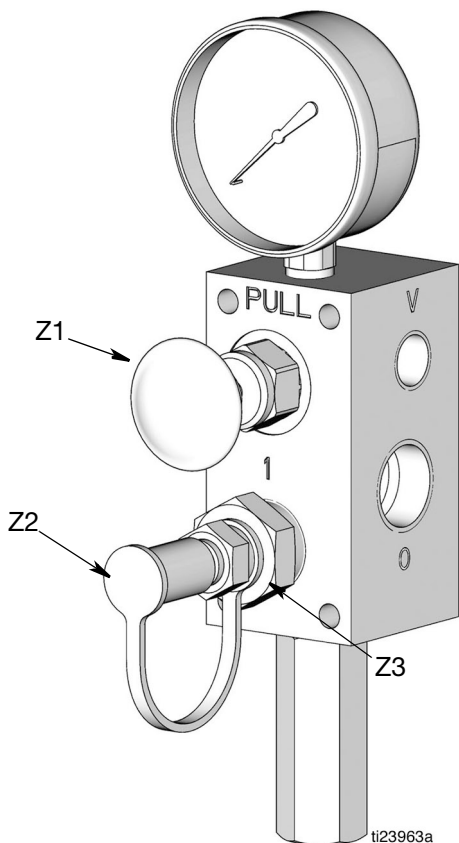

ABB. 18
3. Die gelbe Staubabdeckung (Z2) von der Füllkupplung (Z3) abnehmen (ABB. 18).
4. Die Nachfülleitung (AA) zwischen der Pumpe (P) der Fernfüllstation und der mit einem „I“ gekennzeichneten Anschlussöffnung der Füllkupplung (Z3) anschließen (ABB. 18).
5. Die Pumpe (P) der Fernfüllstation einschalten.
6. Wenn der Behälter (K) voll ist:
- die Pumpe (P) der Fernfüllstation setzt aus (geschlossenes System)